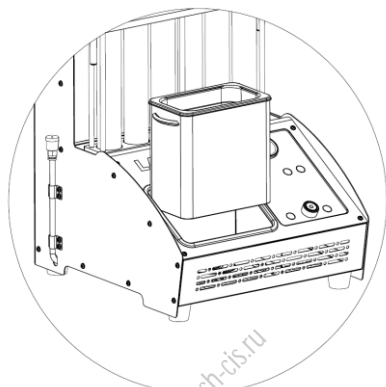

Рис. 4.2
- Выньте УЗ ванну из корпуса Стенда и слейте очищающую жидкость как показано на рис. 4.2.